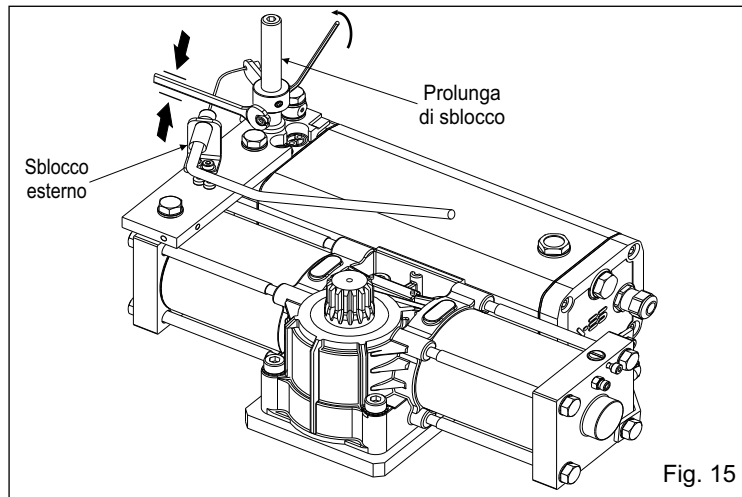

Fig. 15
4.1. Prima di sistemare l'operatore nella cassa portante, installare la prolunga di sblocco (Fig. 15).
- essendo una manovra di emergenza, lo sblocco esterno ha la funzione solo di sblocco, **per ribloccare l'operatore bisogna intervenire sempre sullo sblocco interno.** (Fig. 15) ⚠